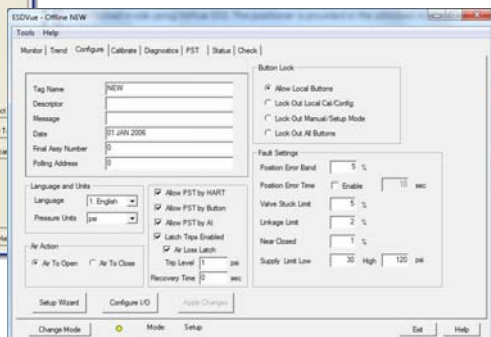

Рисунок 20 Проверка блокировки кнопок с помощью ValVue ESD
1. Выберите установленный позиционер ESD из списка *Connected Devices* (подключенные устройства), как показано на Рисунок 20, и нажмите Connect (подключить).